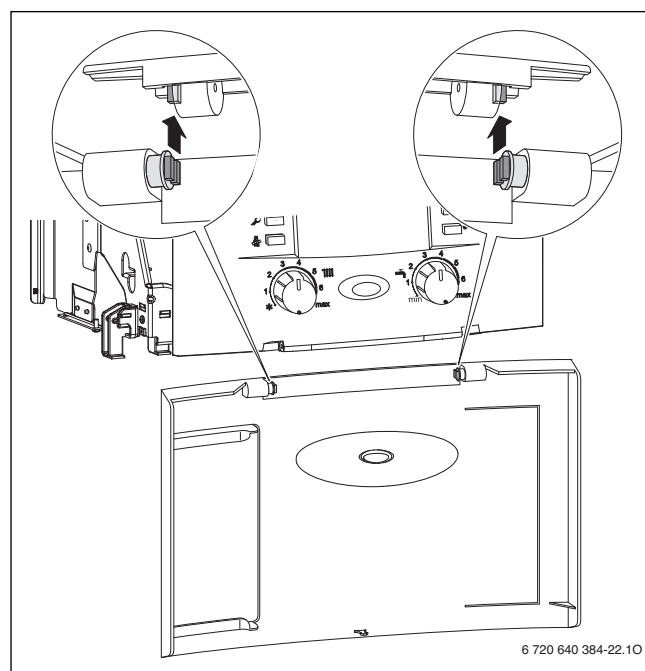

Fig. 12
- ▶ Controllare il senso dell'ammortizzatore (→ v. Fig. 12).